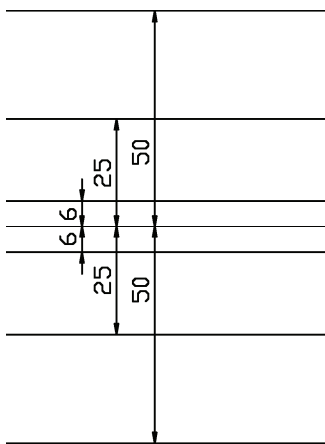

图 3-48 偏移
14) 执行“偏移”命令 (o), 将刚才绘制的水平构造线向上下各偏移 6、25、50, 如图 3-48所示。